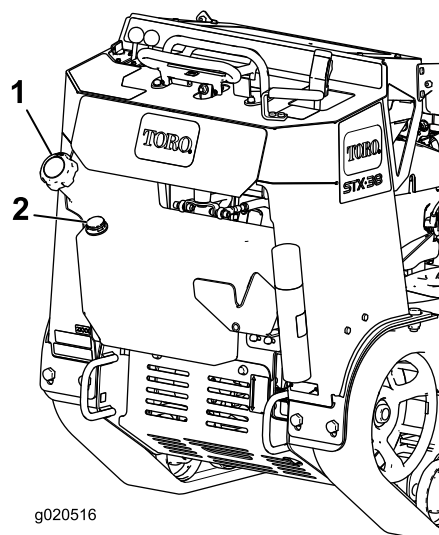

Bild 18
3. Reinigen Sie den Bereich um den Tankdeckel herum und nehmen Sie den Deckel ab (Bild 18).